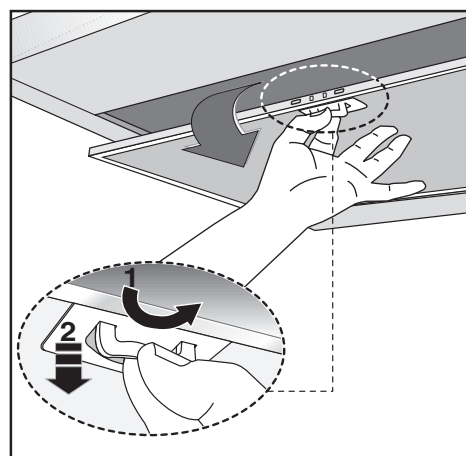

Fig.5
- La distanza minima fra la superficie di supporto dei recipienti di cottura sul dispositivo di cottura e la parte più bassa della cappa da cucina deve essere di almeno **65 cm**. Se dovesse essere usato un tubo di connessione composto di due o più parti, la parte superiore deve essere all'esterno di quella inferiore. Non collegare lo scarico della cappa ad un condotto in cui circoli aria calda o utilizzato per evacuare fumi degli apparecchi alimentati da un'energia diversa da quella elettrica. Prima di procedere alle operazioni di montaggio, per una più facile manovrabilità dell'apparecchio disinserire i filtri/i antigrasso (Fig.5).